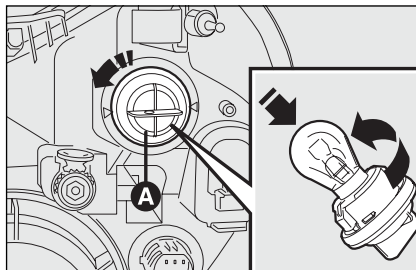

fig. 23
- draai de lamphouder **A-fig. 23** linksom en verwijder hem;